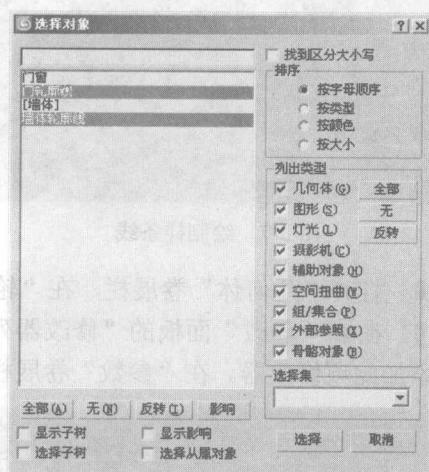

图 3-4 选择“门窗”和“墙体”选项
**3** 单击主工具栏中“按名称选择”按钮，打开“选择对象”对话框。在列表框中选择“门窗”和“墙体”选项，如图 3-4 所示，然后单击“确定”按钮，退出该对话框。